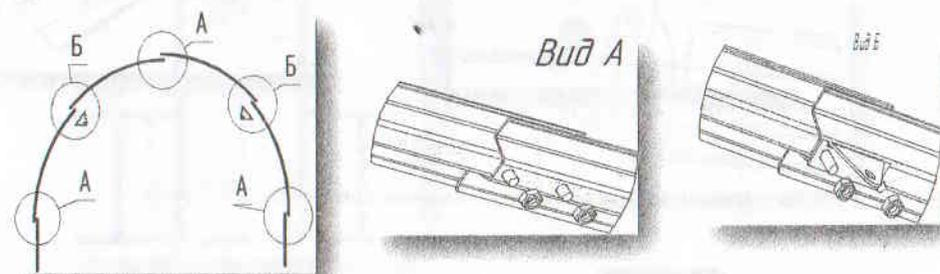

Рисунок 3
- 3.1.1 Последовательно соедините четыре профиля дугообразных 1, установив на стыки два кронштейна крепления торца 15. Продлите с двух сторон получившуюся дугу удлинителями 11 (рис. 3).